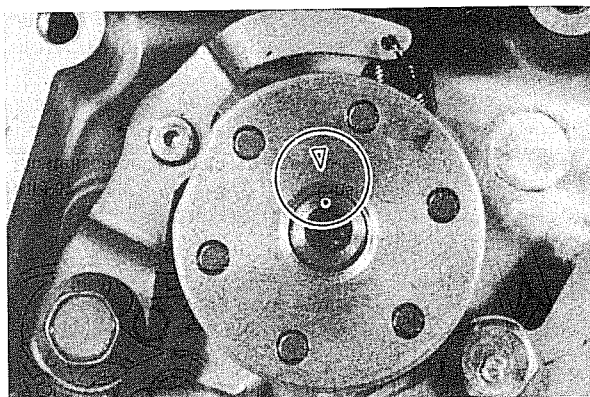

Bild 66
- Während des Einbaus sind die Bezugsmarkierungen an Schaltwalze und Segment auszurichten (Bild 66).